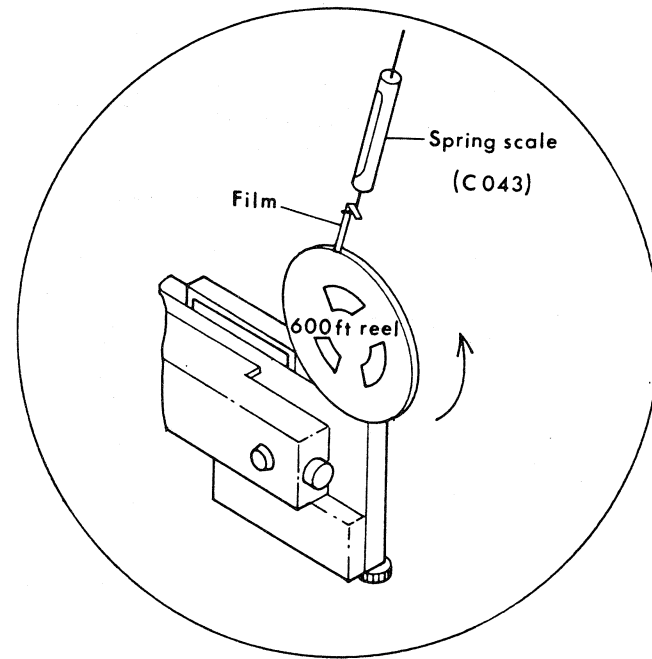

Fig. 37
2. Rewinding force (See Fig. 37):